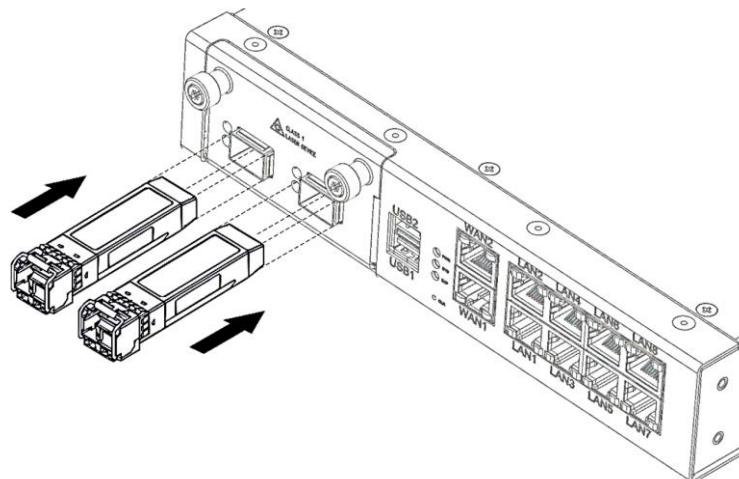

Рисунок 39 – Установка SFP-трансиверов в слоты модулей расширения
- установка SFP-трансиверов в соответствующие слоты всех модулей расширения осуществляется защелкой (этикеткой) вверх (рисунок 39);